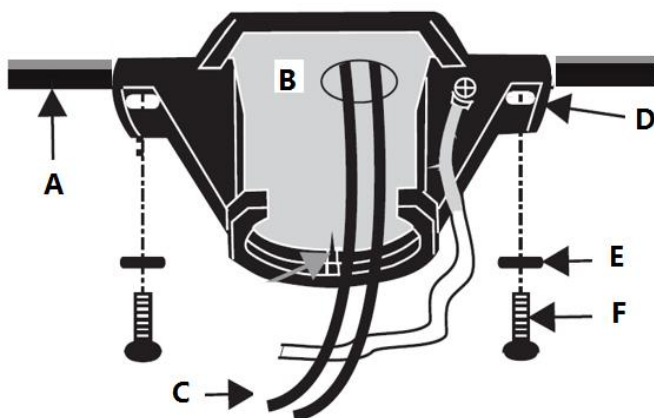

Fig. 9
Instale el soporte de armado en el techo (D) en la caja de salida (B) con los tornillos de armado (F) suministrados con la caja de salida y las arandelas (E) incluidas con el ventilador. **Fig. 9**